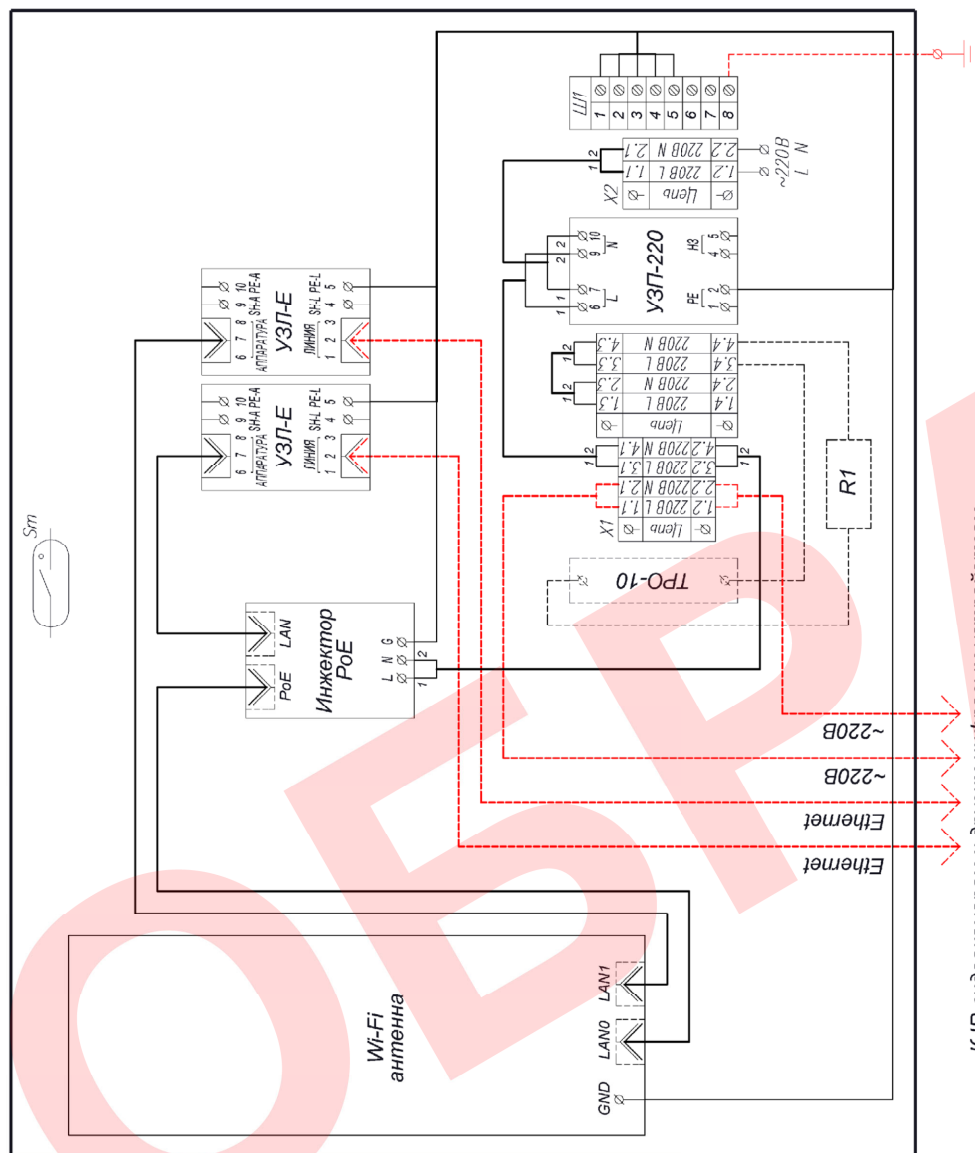

Рис.2.3 Схема электрическая принципиальная ВУС-1-220 исп.6 – исп.11
- при наличии в заказе УЗП-220 (рис.2.3), подключение производить к клеммам Х2, при этом фазовый провод (L) соединить с контактом 1.2, а нулевой провод (N) с контактом 2.2.